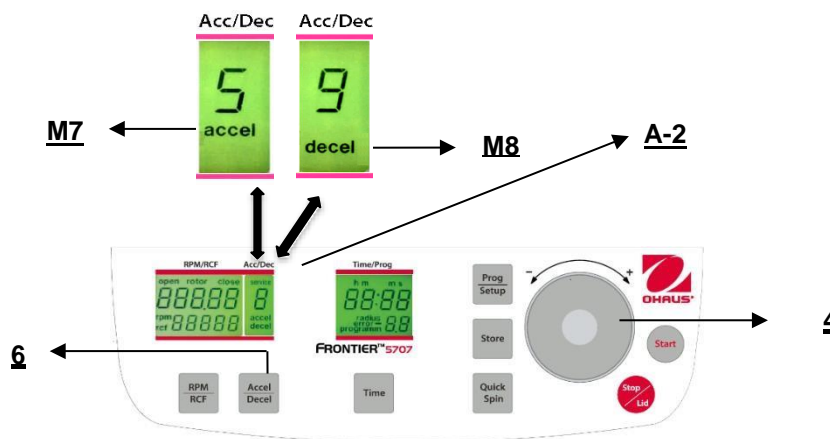

Figura. 18
Esta función se activa con el botón **"Accel/Decel"** (6) (vea la Figura 18).